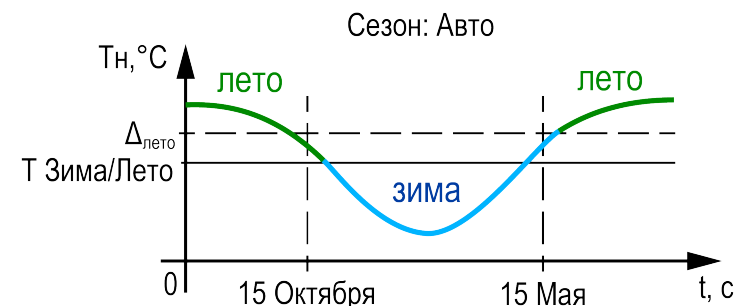

Рисунок 10.9 – Определение сезона
- параметр **Переход: Авто** — к условию перехода между режимами в ручном режиме добавляется условие автоматического перехода (см. рисунок 10.9). Условие перехода в **Лето**: среднесуточная температура наружного воздуха стала выше значения установленного в параметре **Уставка лето** на 3 градуса (не редактируемая величина) и текущая дата находится в диапазоне между датой включения режима Лето (**Вкл**) и датой выключения (**Выкл**). Условие перехода в **Зиму**: среднесуточная температура наружного воздуха стала ниже значения установленного в параметре **Уставка лето** и текущая дата находится в диапазоне между датой выключения режима Лето (**Выкл**) и датой включения (**Вкл**). На рисунок 10.9 в качестве примера изображается 15 октября (дата перехода из Лета в Зиму) и 15 мая (дата перехода из Зимы в Лето).